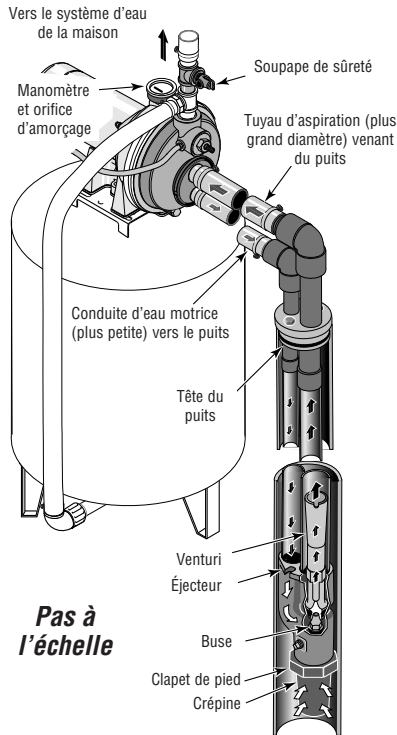

Figure 10 : Puits profond de 4 pouces et de plus grand diamètre
Puits de 4 pouces de diamètre ou plus grand (Figure 10)
2. Assembler le nécessaire d'éjecteur FP4800 (vendu séparément). Voir la Figure 10. Suivre les instructions fournies avec le nécessaire de façon à assortir la buse et le venturi en fonction des conditions du puits.